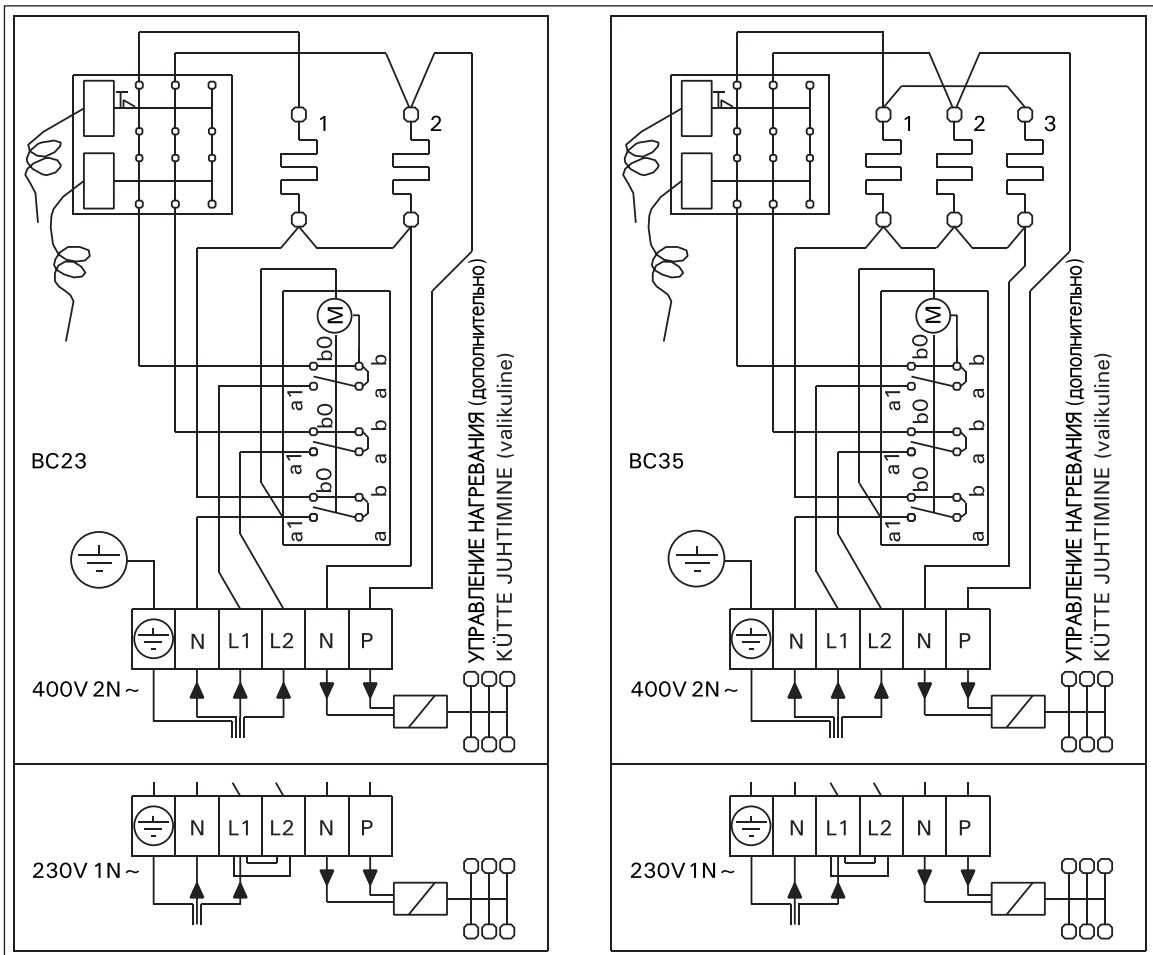

Рисунок 8. Электромонтаж каменки BC
Внутри каменки находится встроенный пульт управления. Кроме сетевого подключения, пульт снабжен подключением (P), дающим возможность управления электроотоплением (см. рис. 8).
рис. 8 ниже. Подключение модифицированных моделей к 1-фазной сети должно производиться в соответствии с действующими нормативными документами при наличии разрешения местной организации электроснабжения. Модели для остальных регионов могут быть подключены только в 3-фазную сеть.